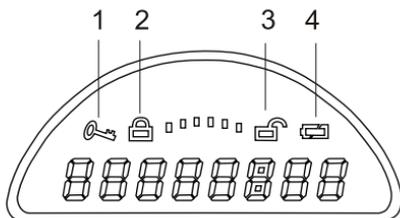

图2
液晶显示屏用于显示输入的密码和各种状态符号（如图2）：
2. 按一下“”键，显示屏会显示“”符号（见图2）；
4. 找到门后电池盒位置，按照图5指示的方向移开电池盒盖，按下“用户密码设置按钮”，蜂鸣器会发出“哔、哔”二声提示音，提示进入密码修改状态，液晶显示屏上显示“”符号（见图2）；
输入您的密码，液晶显示屏上会显示您所输入的数字（见图2）；
按“#”键，液晶显示屏上会显示“”符号（见图2）；